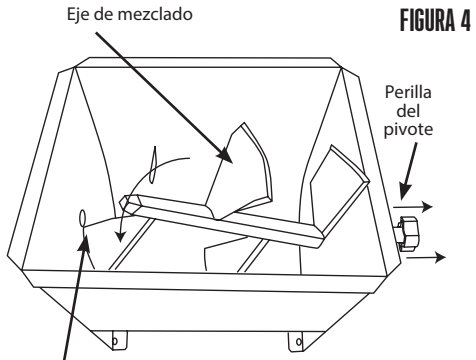

FIGURA 4
8. Mientras sujeta el eje de mezclado en su lugar, tire de la perilla del pivote hacia fuera hasta que deje de moverse. Alinee el eje de mezclado con el pasador de bronce del pivote. Lentamente libere la perilla del pivote para dejar que el pasador de bronce del pivote se asiente sobre el casquillo (FIGURA 4).